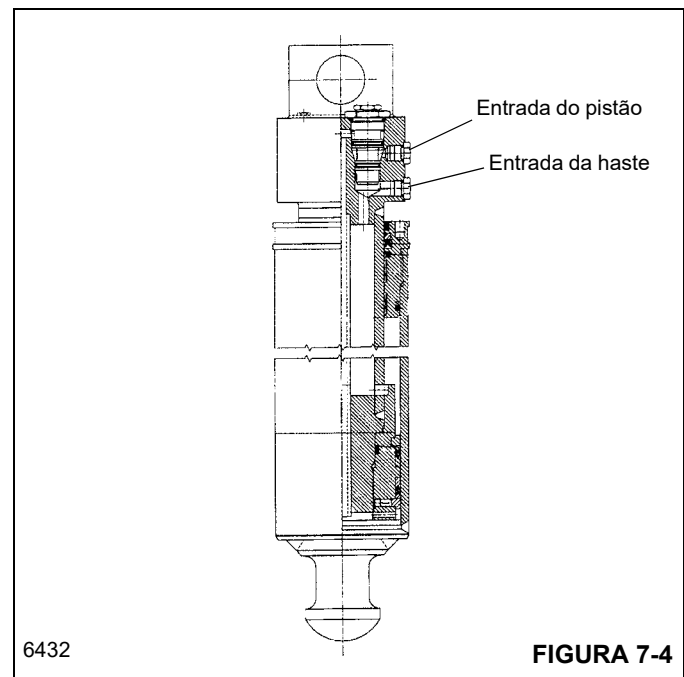

FIGURA 7-4
2. Remova a mangueira do lado da haste do cilindro do cilindro do macaco suspeito de estar com vazamento (consulte a Figura 7-4). O óleo fluirá até que a cavidade no bloco de entradas do cilindro se esvazie. Quando a cavidade no bloco de entradas estiver vazia, o óleo deve parar de fluir da entrada do lado da haste.
2. Remova a mangueira do cilindro do lado do pistão do cilindro do macaco suspeito de estar com vazamento (consulte a Figura 7-4). O óleo fluirá até que a cavidade no bloco de entradas do cilindro se esvazie. Quando a cavidade no bloco de entradas estiver vazia, o óleo deve parar de fluir da entrada do lado do pistão.